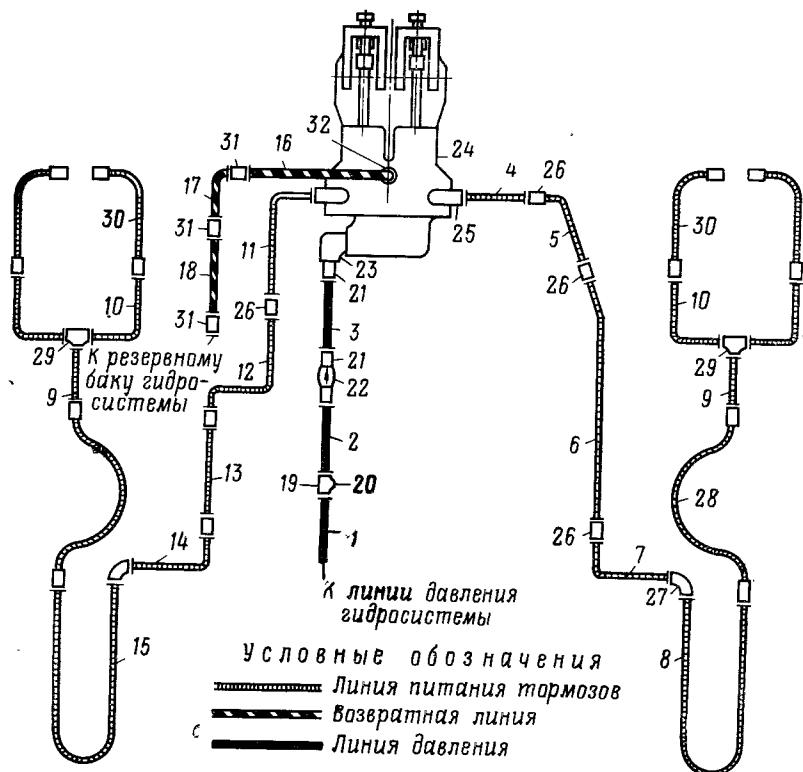

Рис. 56. Схема управления тормозами:
5. Отсоединить гибкие шланги 30 (рис. 56) от трубопроводов 10 тормозной проводки по задним подкосам шасси и слить жидкость, поступающую самотеком из шлангов и трубопроводов в заранее приготовленные сосуды емкостью 4 л каждый.